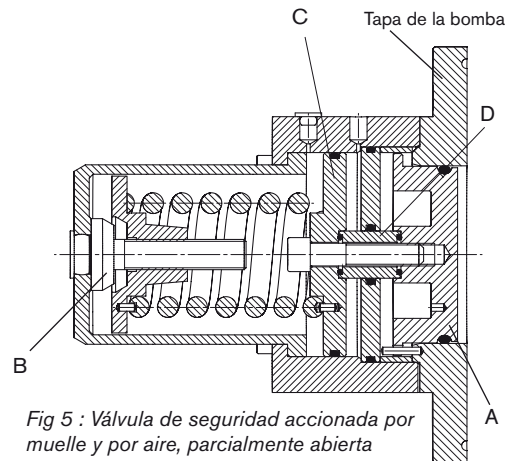

Fig 5 : Válvula de seguridad accionada por muelle y por aire, parcialmente abierta
La fig. 5 muestra la válvula parcialmente abierta. La presión del medio dentro del cuerpo de rotores ha forzado el cabezal de la válvula (A) hacia la izquierda, contraponiéndose a la fuerza del muelle, mediante el manguito separador y la válvula de pistón CIP/SIP.